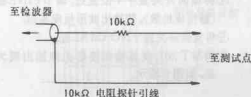

图4
- IC 201 的销⑤;
- ② PIF AGC 电压设定: 加 4.5 V 直流电压于 IC 201 的销①;
- ③ AFT 静噪处理, 将 IF 装置的销③接地;
- ④ 连接响应引线于 TP 203(该响应引线应具有 10 k Ω 电阻的探针)如图 4 所示;